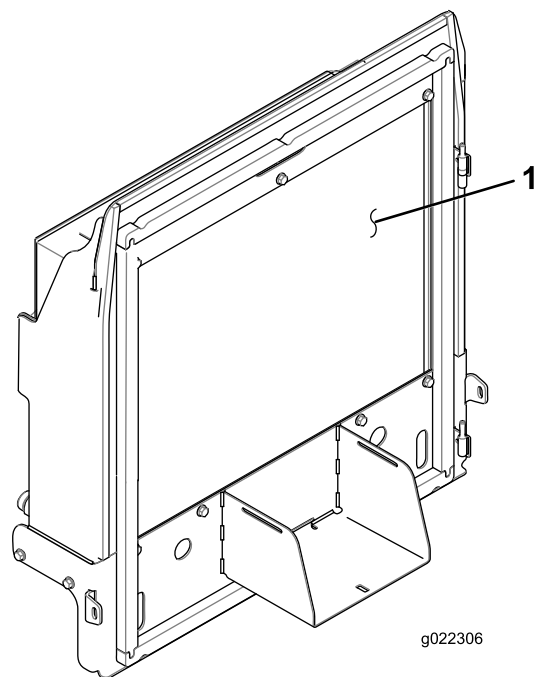

Figura 83
4. Pulite accuratamente entrambi i lati del radiatore e del refrigeratore dell'olio (Figura 83) utilizzando aria compressa.